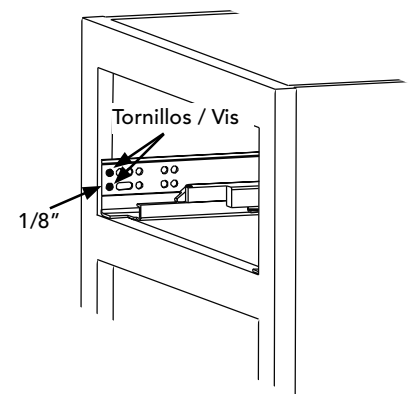

FIG. E-1
Fije los correderos Blum izquierdo y derecho al gabinete sin marco utilizando (3) #8 x 5/8" tornillos de madera para cada lado. Asegúrese de que la parte delantera del corredero esté colocada hacia atrás 1/8 " desde el borde frontal del gabinete (véase Fig. E-1 y E-2).
Fixez les glissières gauche et droite Blum au meuble sans cadre à l'aide de (3) vis à bois #8 x 5/8 po de chaque côté. Assurez-vous que l'avant de la glissière est à 1/8 po du bord avant du meuble (Voir fig. E-1 et E-2).